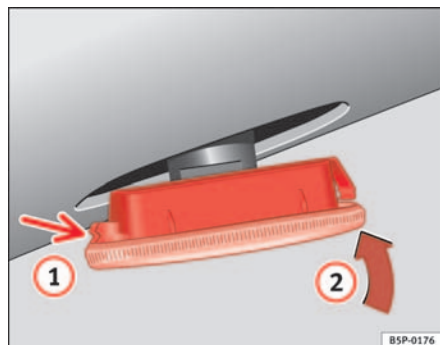

Fig. 150 Intermitentes laterales
- Coloque el intermitente en primer lugar en el orificio de la carrocería, encajando las pestañas ① ⇒ fig. 150, y a continuación encaje la lámpara como indica la flecha ② ⇒ fig. 150 ■